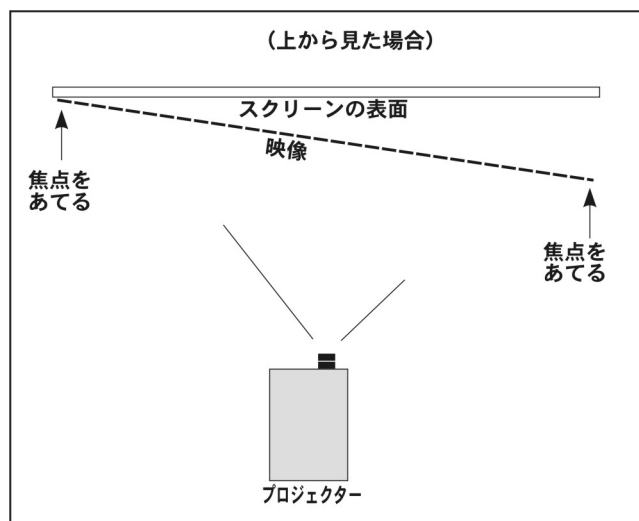

図 2-40 ピントの合っていない左右照準の例
- ・ 紙へのピントが改善される場合は、映像の右側のピントがスクリーン正面に合っていることを意味します (図 2-40)。